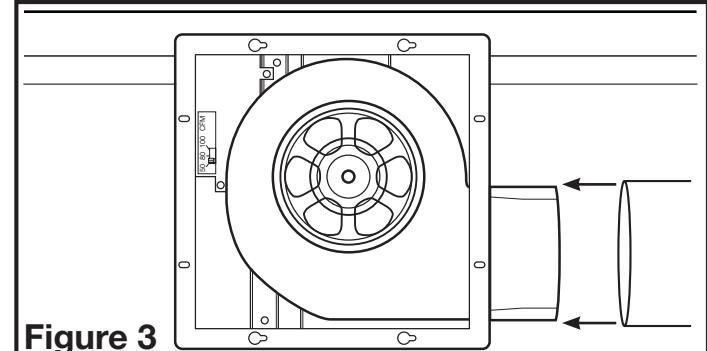

Figure 3
- Connectez le conduit (non inclus) au collier de conduit du ventilateur en pressant un conduit rigide rond standard de 4 po (préféré) ou un conduit flexible de 4" pour former une forme ovale (Figure 3). Fixer en place à l'aide de ruban ou de serre-joint (non inclus) le rendre hermétique. Toujours évacuer le ventilateur vers l'extérieur au travers de chapeau mural ou de toit (non inclus). Il est recommandé que les raccords d'extrémité basse de restriction sont utilisées.